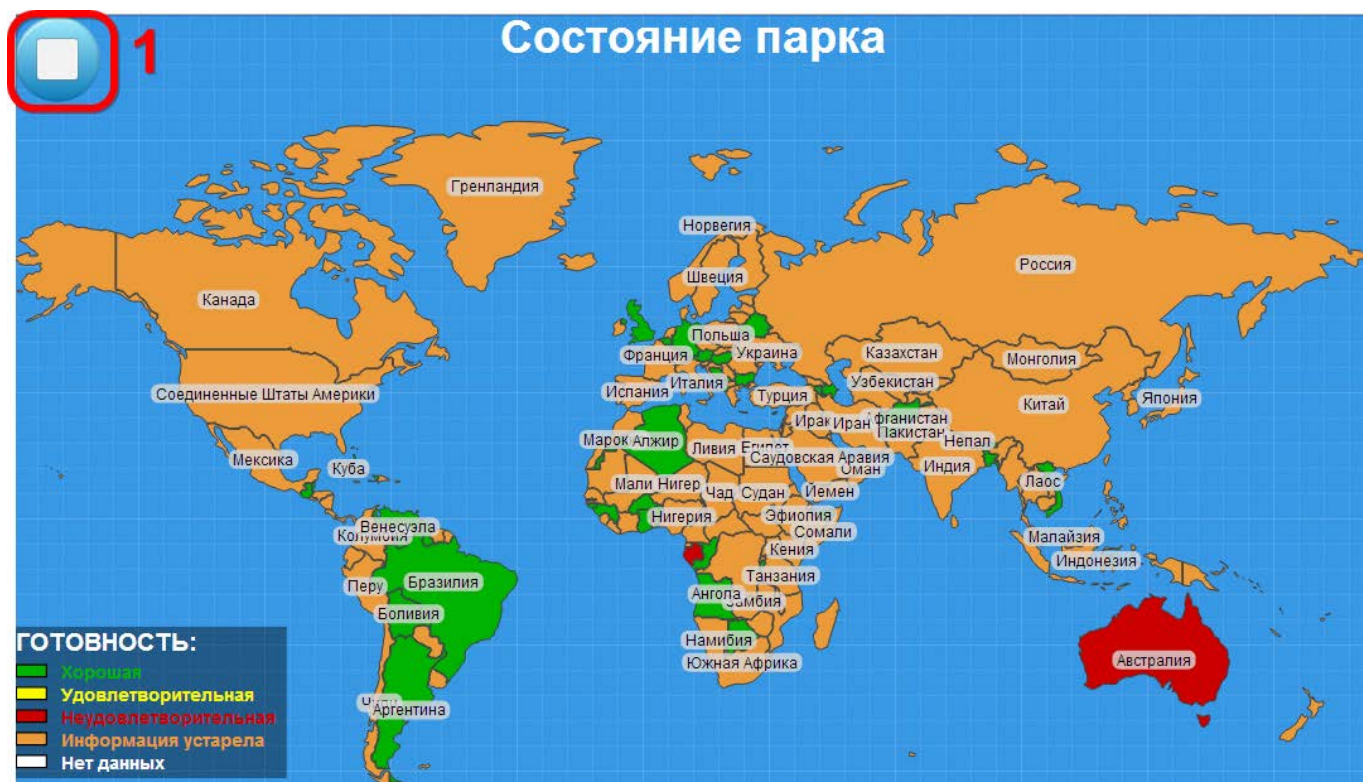

Рис. 6-23 – Обзорная карта в демонстрационном режиме
- 3) Откроется страница с обзорной картой (мира или России) и демонстрационный режим будет активирован (рис. 6-23).
Для выхода из демонстрационного режима необходимо нажать кнопку в левом верхнем углу страницы (1 на рис. 6-23). Эта кнопка отображается на странице обзорной карты и на странице готовности техники по стране/региону.